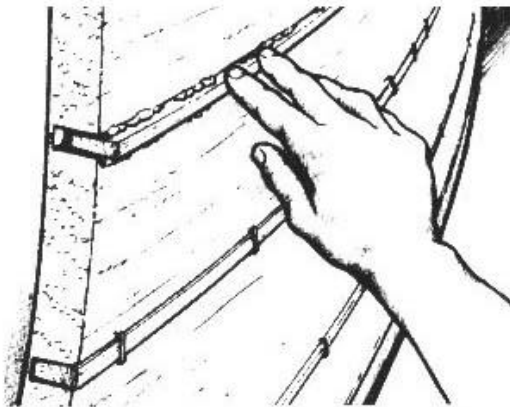

Figura 6-4 Empuje la lengüeta impregnada dentro de la costura.
4. Empuje la lengüeta, previamente impregnada con epoxi, dentro de la costura (*Figura 6-4*). El estrechamiento de la lengüeta ayudará a empujar el epoxi a los costados proporcionando un buen contacto con la lengüeta y con los cantos de las tablas. Cuando una pequeña cantidad de epoxi haya rebotado de la junta, la lengüeta deberá encajar perfectamente en la costura con la simple presión de la mano. Si es necesario, sujete la lengüeta en su sitio con grapas.